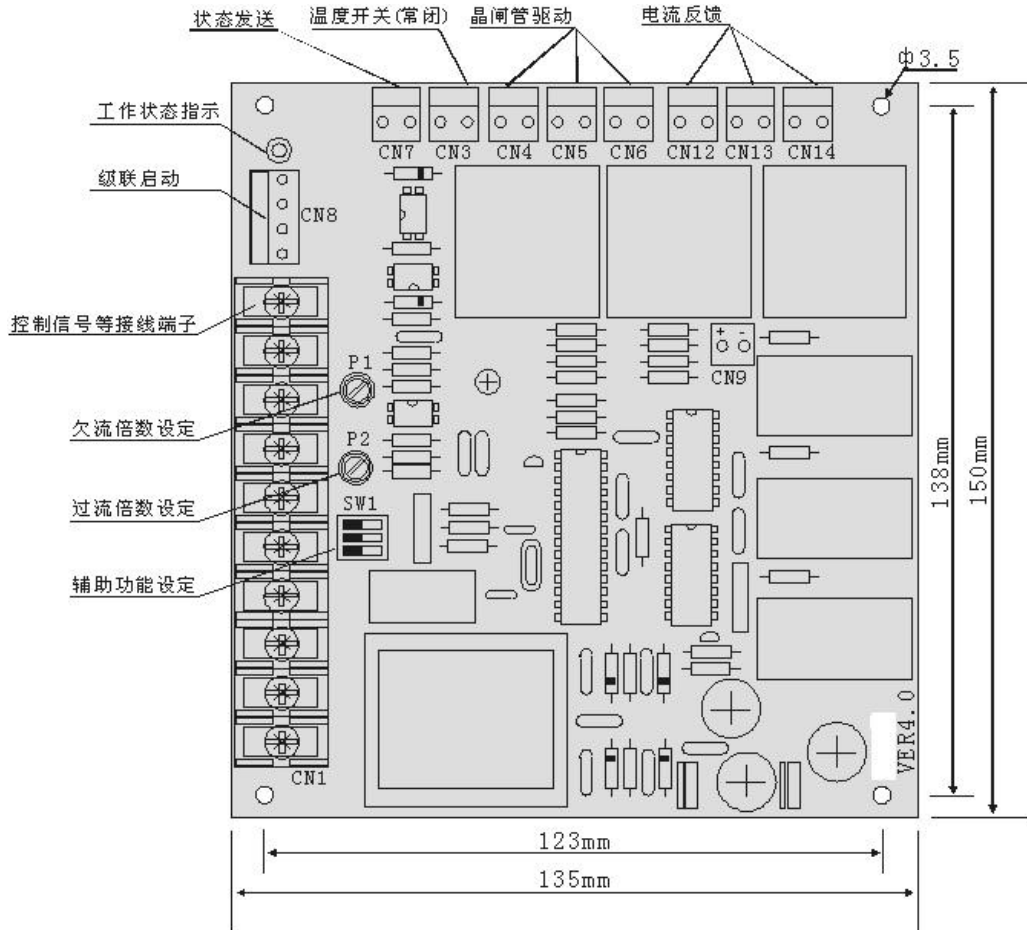

图 7
(1) 可能负载开路或未接负载
(2) 调压器的晶闸管模块击穿损坏。晶闸管模块输出端的电阻一般大于 500K Ω 。
13. ZKZ3 控制板各部分说明及安装孔尺寸图 (图 7)